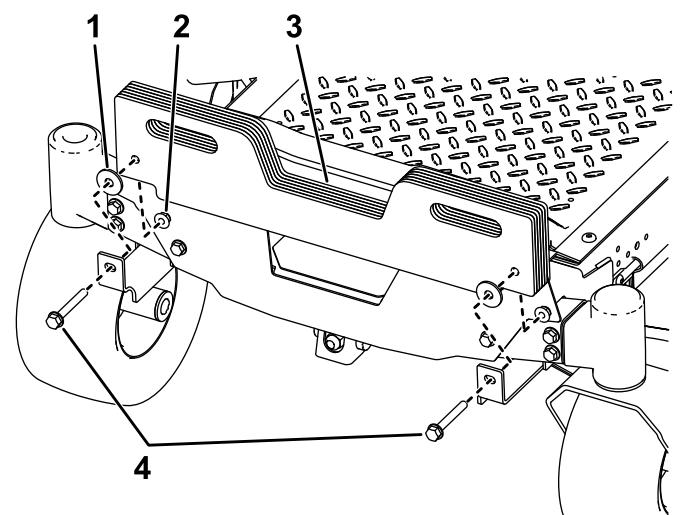

Figure 16
5. **Modèles à système de ramassage seulement** : montez les masses à poignée supplémentaires qui sont fournies sur la machine à l'aide de 2 boulons (3/8" x 3 3/4"), selon les besoins, en vous reportant au tableau suivant (Figure 16).